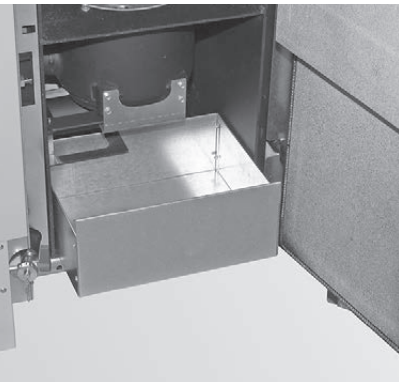

Fig. 78 Aschelade herausnehmen und vorne vor Kessel stellen
- Aschelade herausnehmen und vorne vor Kessel stellen – Fig. 78.